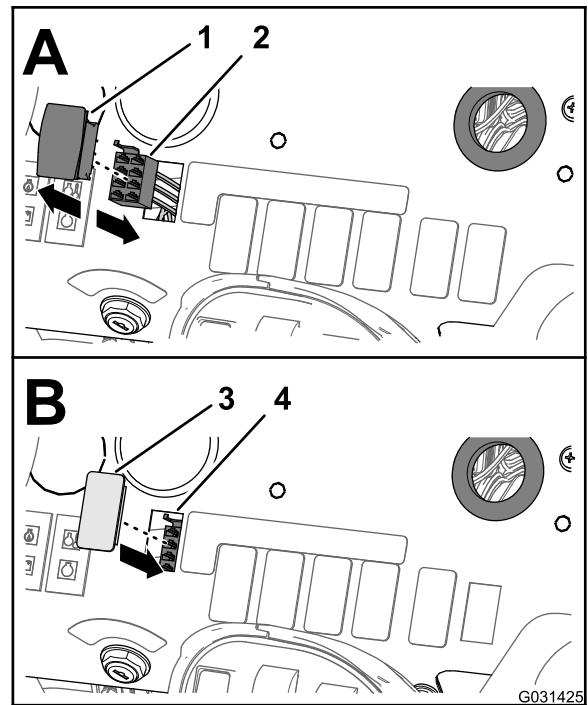

**Figura 42**
7. Rimuovete il tubo di rilevamento della pressione per il manometro del cruscotto dal cablaggio preassemblato posteriore proveniente dalla macchina (Figura 42).